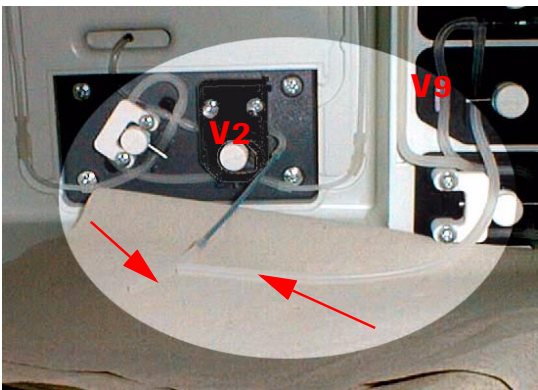

图. 33
- 将管子末端放在吸水软纸上，将管内液体排净(见图 33)。